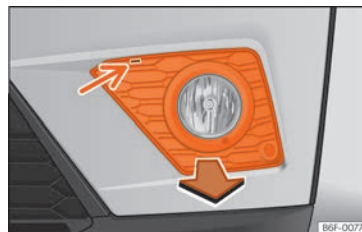

Fig. 57 Faro antiniebla: extraer la rejilla
- Haga palanca con un destornillador en la muesca » » fig. 57 (flecha). Seguidamente desclipse los clips situados en el contorno de la rejilla tirando de ella.